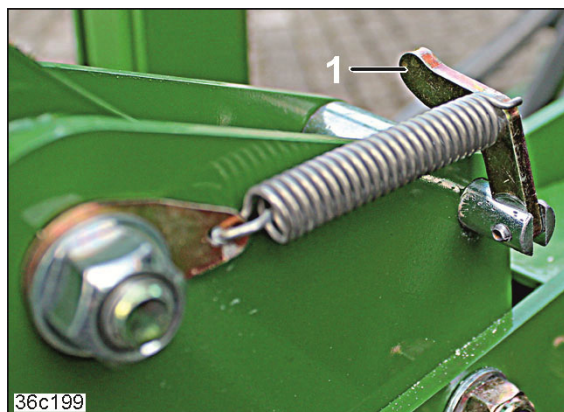

Fig. 197
2. Drej de to greb (Fig. 197/1) op.